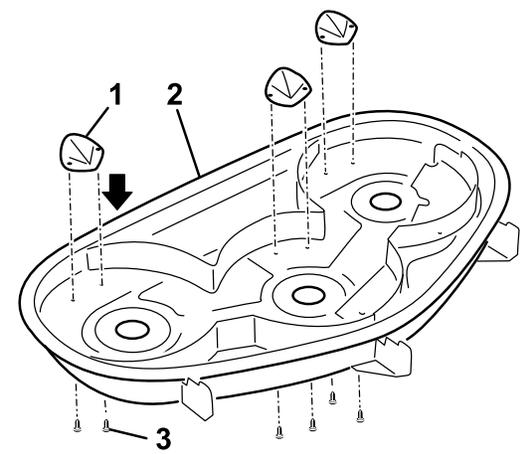

Figure 3
- Alignez les trois kickers les trous vers le haut du plateau de coupe (Figure 3). Le côté incliné long des kickers doit être tourné vers l'intérieur.
3. Fixez les kickers au plateau avec six vis cruciformes (N° 8 x 5/8"). Les vis traversent le haut de la tondeuse et pénètrent dans le déflecteur (Figure 3).